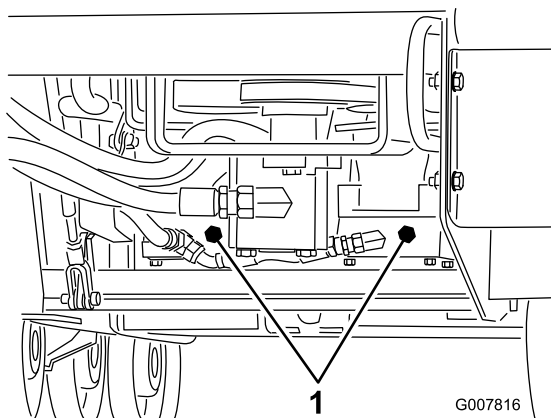

Figura 21
3. Usando una llave inglesa, gire las válvulas de remolcado de las bombas hidráulicas dos vueltas en el sentido contrario a las agujas del reloj (Figura 21).